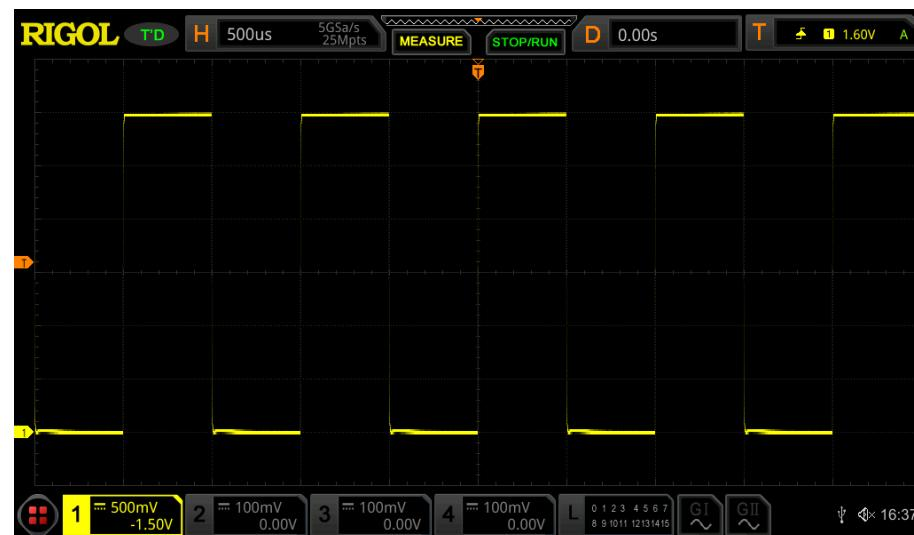

图 4.11 方波信号
- 观察示波器显示屏上的波形，正常情况下应显示 图 4.11 所示的方波信号。